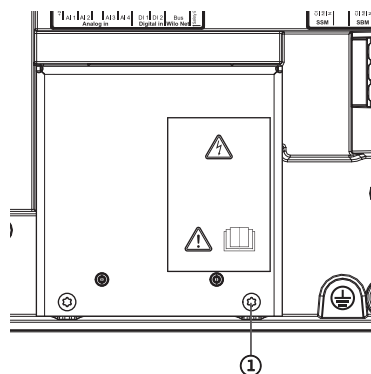

Fig. 113: Zaštitni lim za elektromagnetnu kompatibilnost
4. Otpustite vijke zaštitnog lima za elektromagnetnu kompatibilnost (Fig. 113, poz. 1) i uklonite zaštitni lim.